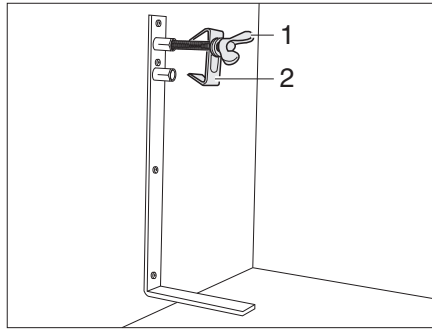

Fig. 164 Soporte para rueda de repuesto
- Soltar el tornillo (Fig. 164,1) y quitarlo junto con el centrado (Fig. 164,2).